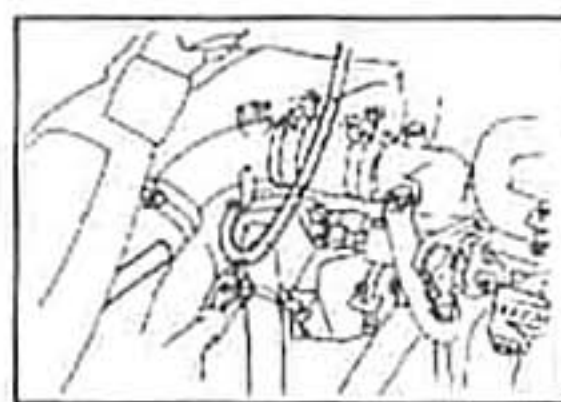

Рис. 123
Полностью слейте жидкость. Снимите расширительный бачок, промойте его и установите на место. Установите нижний шланг радиатора, сливную пробку блока цилиндров, верхний шланг радиатора, шланги заднего подогревателя. Подсоедините прозрачный шланг (1) длиной 1,2 метра, с внутренним диаметром 7,5 мм вместо отсоединенного шланга от расширительного бачка (элемент D на диаграмме) (рис. 123).